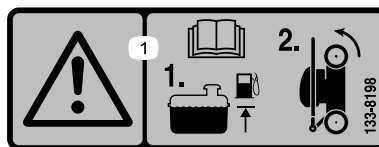

Figura 24
1. Asegúrese de que el nivel de combustible del depósito de combustible no sobrepasa lo recomendado por el fabricante del motor; consulte la pegatina del fabricante del motor, situada en el motor (Figura 24).